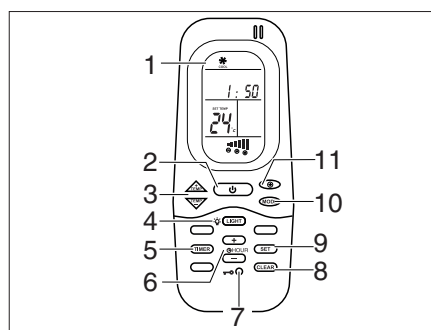
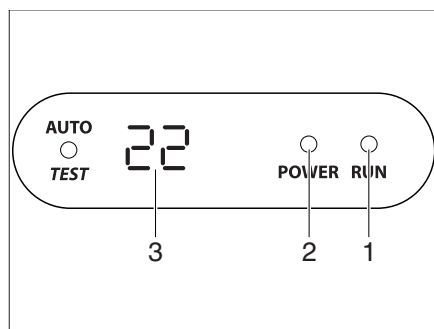

Fig. 118 Mando a distancia
Fig. 119 Pantalla en el difusor
La instalación de aire acondicionado está colocada en el techo del vehículo. El mando a distancia (Fig. 118) de la instalación de aire acondicionado está en la zona de la cocina.
La instalación de aire acondicionado está lista para el funcionamiento. El LED (Fig. 119,2) en la pantalla del difusor se ilumina de color rojo.
- Para la conexión, pulsar el interruptor ON/OFF (Fig. 118,2) en el mando a distancia. El LED (Fig. 119,1) se enciende en color verde cuando la instalación de aire acondicionado está funcionando en el modo de refrigeración. El LED (Fig. 119,1) se enciende en color rojo cuando la instalación de aire acondicionado está funcionando en el modo de calefacción.
- Ajustar con la tecla MODO (Fig. 118,10) el modo de funcionamiento deseado.
- Si es necesario, ajustar con la tecla (Fig. 118,11) el nivel deseado del ventilador y con las teclas (Fig. 118,3) la temperatura ambiente.
- Para la desconexión, volver a pulsar el interruptor ON/OFF (Fig. 118,2) en el mando a distancia.
- Para la programación, encender la instalación de aire acondicionado con el interruptor ON/OFF (Fig. 118,2) en el mando a distancia.
- Pulsar la tecla TIMER (Fig. 118,5). Se activa la indicación ON de la hora de inicio.
- Ajustar la hora con las teclas TEMP (+/-) (Fig. 118,3).
- Volver a pulsar la tecla TIMER (Fig. 118,5). Se activa la indicación OFF de la hora de inicio.
- Volver a pulsar la tecla TIMER (Fig. 118,5).
- Una vez finalizado el ajuste, pulsar la tecla SET (Fig. 118,9).
- Para borrar la programación del temporizador, pulsar la tecla CLEAR (Fig. 118,8).